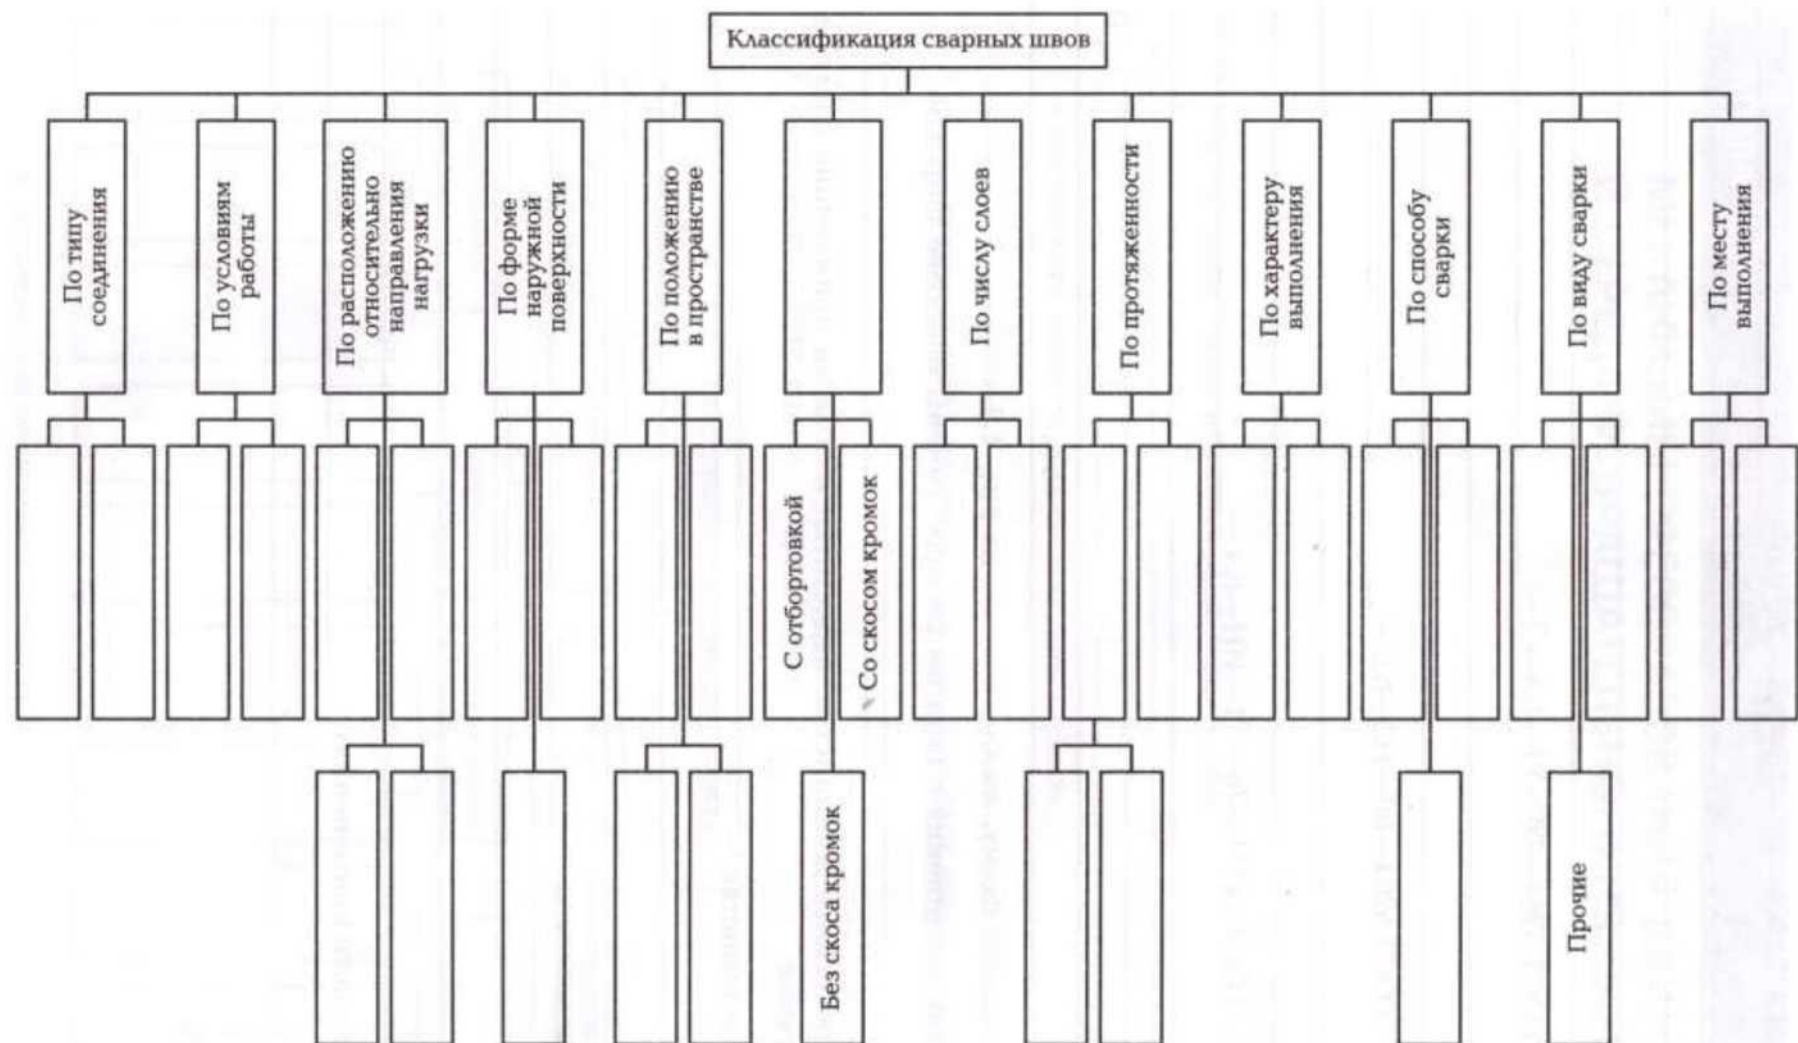

Рис.7 Классификация сварных швов
23. Заполните схему, изображенную на рис.7: